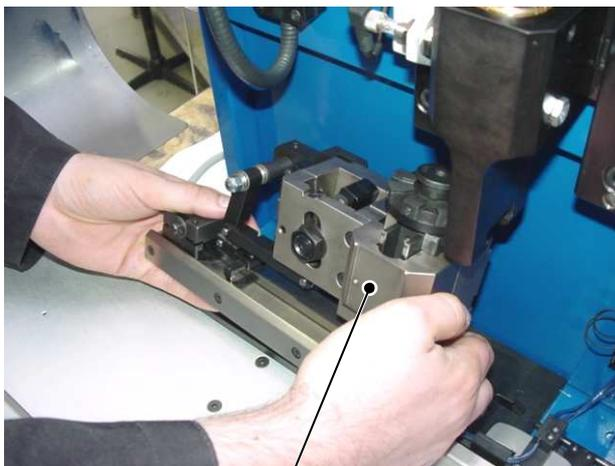

Bild 20
2. Danach kann der Applicator [2] seitlich aus der oberen Halterung heraus genommen und nach vorn aus der Maschine entfernt werden (siehe Bild 20).